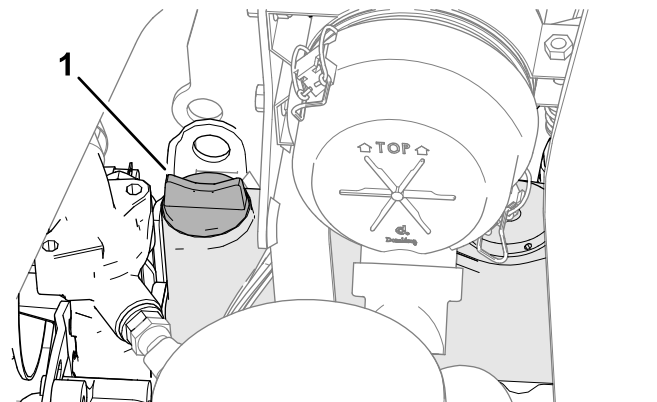

Figure 62
5. Si le niveau est trop bas, retirez le bouchon de remplissage (Figure 62) et versez progressivement de petites quantités d'huile, en vérifiant fréquemment le niveau, jusqu'à ce que l'huile atteigne le repère maximum sur la jauge.